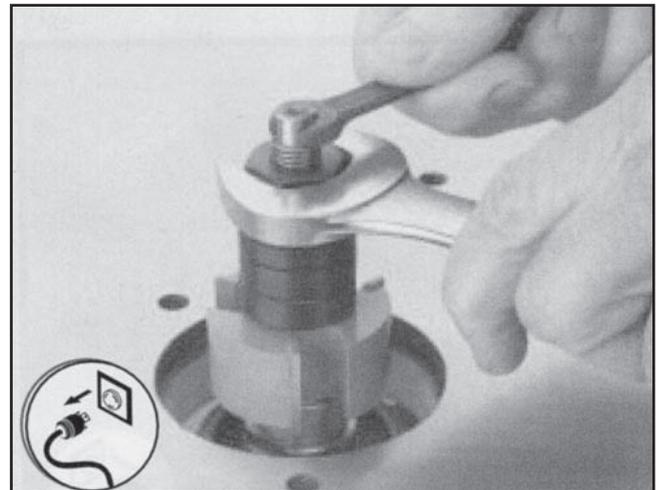

Figura 21. Colocación de la tuerca del pivote
5. Apriete la tuerca con una pinza de puntas abiertas mientras sostiene el pivote en la punta con la pinza para pivote suministrada como se muestra en la Figura 21.